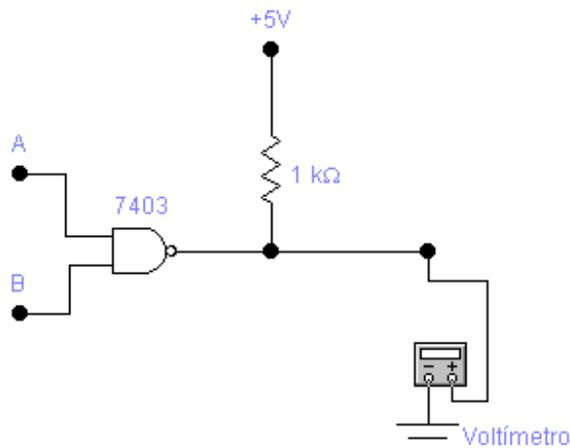

Figura 2 – Porta de coletor aberto com o resistor pull-up.
3.1.3 Montar o circuito da Figura 2:
3.1.4 Tabela Verdade da Porta de Coletor Aberto, CI 74LS03, com resistor pull-up (Figura 2):